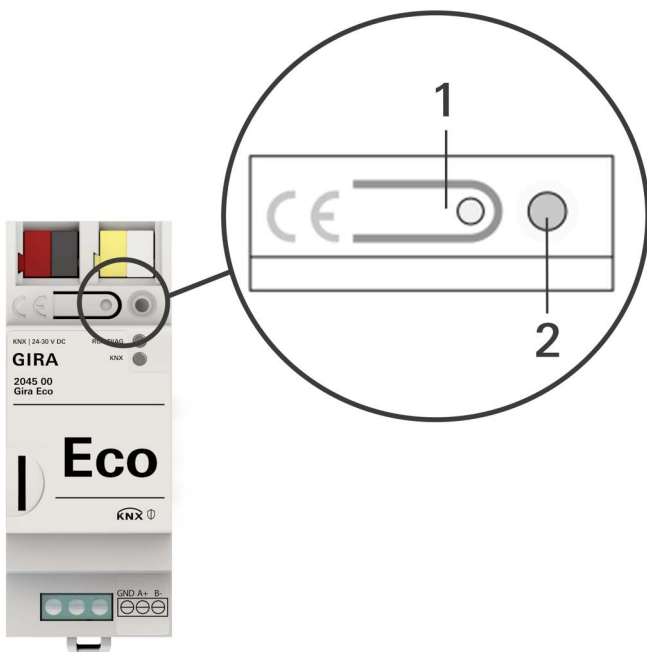

Bild 22: Programmierung
1. Drücken Sie kurz die Programmiertaste (Bild 22, Pos. 1). Die Programmier-LED (Bild 22, Pos. 2) leuchtet rot.
1. Drücken Sie die Programmiertaste (Bild 22, Pos. 1) und halten Sie diese weiter gedrückt, während Sie die Spannungsanschlussklemme aufstecken.